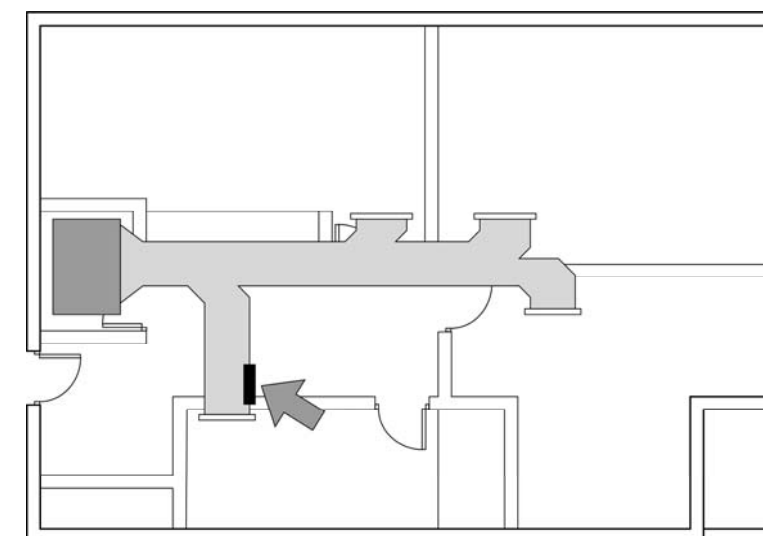

Fig. 9
- 4) En caso de, una vez realizados todos los ajustes pertinentes y quede una zona con velocidad de impulsión por encima del rango, se recomienda la utilización de una compuerta de seguridad para aliviar dicha velocidad. Este habrá de instalarse en las salidas con mayor velocidad de impulsión (Ver Fig. 9).
- 5) In case of having adjustment finished, there remains an outlet that is not within the acceptable airflow speed range, the usage of a Security Bypass Damper is required. It should be installed on this outlet (See Fig. 9).
- 5) Dans le cas où, une fois tous les réglages effectués, la vitesse de soufflage d'une zone reste supérieure à la limite préconisée, il est recommandé d'utiliser un registre de sécurité pour diminuer cette vitesse. Celui-ci devra s'installer au niveau des bouches présentant les vitesses de soufflage les plus élevées (Voir Fig. 9).
- 5) Nel caso in cui, una volta realizzata l'equilibratura sussista una zona con velocità in uscita troppo elevate, si raccomanda l'installazione di una serranda di sovrappressione (vedere Fig. 9).